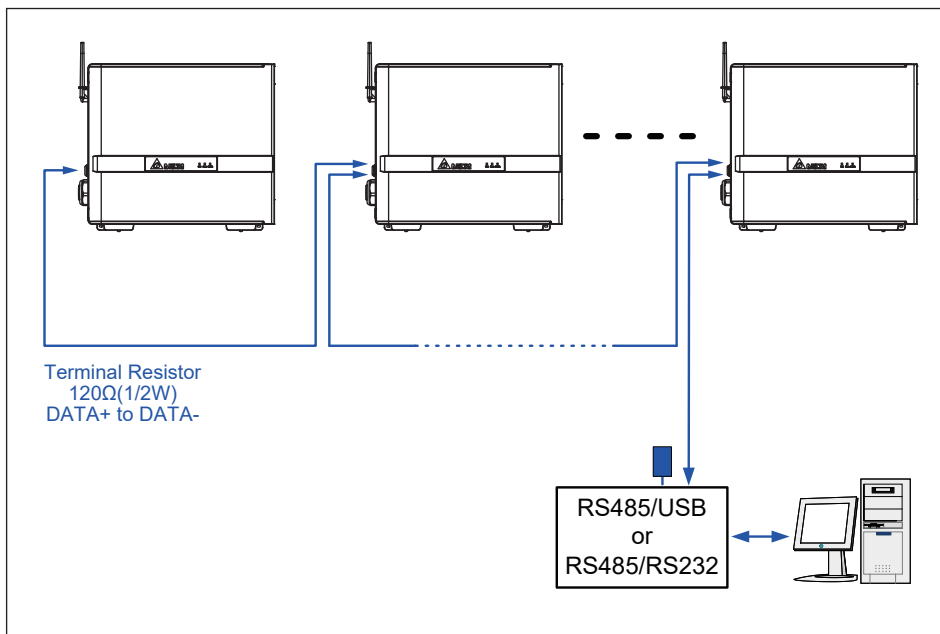

图 3-25 : 多台并接通讯示意图
本机器设有120欧姆终端电阻，可使用通信模组上的控制开关进行切换(图3-25) 开关切换方式如表3-3所示。
- 当多台逆变器连接时，只有最后一台逆变器必须将终端电阻接通如图3-25。